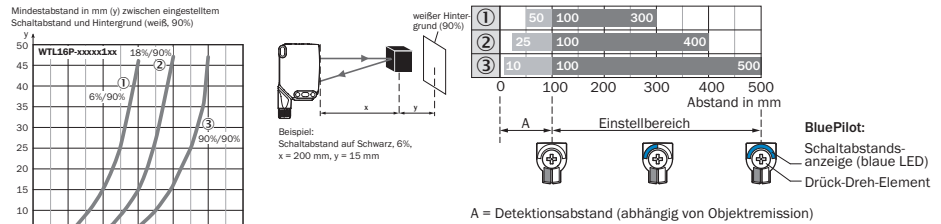
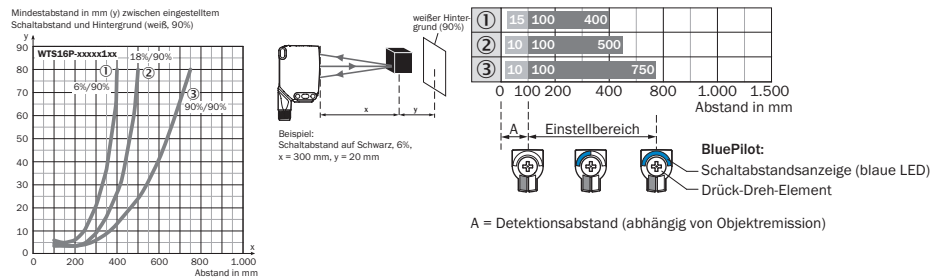

Abbildung 16: Kennlinie 1, WTL16P-xxxxx1xx, Rotlicht
Abbildung 17: Kennlinie 1, WTS16P-xxxxx1xx, Rotlicht
Einsatzbedingungen prüfen: Schaltabstand und Distanz zum Objekt bzw. Hintergrund sowie Remissionsvermögen des Objektes mit dem zugehörigen Diagramm siehe [Abbildung 16, Abbildung 17] abgleichen (x = Schaltabstand, y = Mindestabstand zwischen eingestelltem Schaltabstand und Hintergrund (weiß 90%)). Remission: 6 % = schwarz ①, 18 % = grau ②, 90 % = weiß ③ (bezogen auf Standardweiß nach DIN 5033). Wir empfehlen, die Einstellung mit einem Objekt von niedriger Remission vorzunehmen.
Die minimale Distanz (= y) für die Hintergrundausbldung kann aus dem Diagramm [Abbildung 16 ①] wie folgt ermittelt werden: